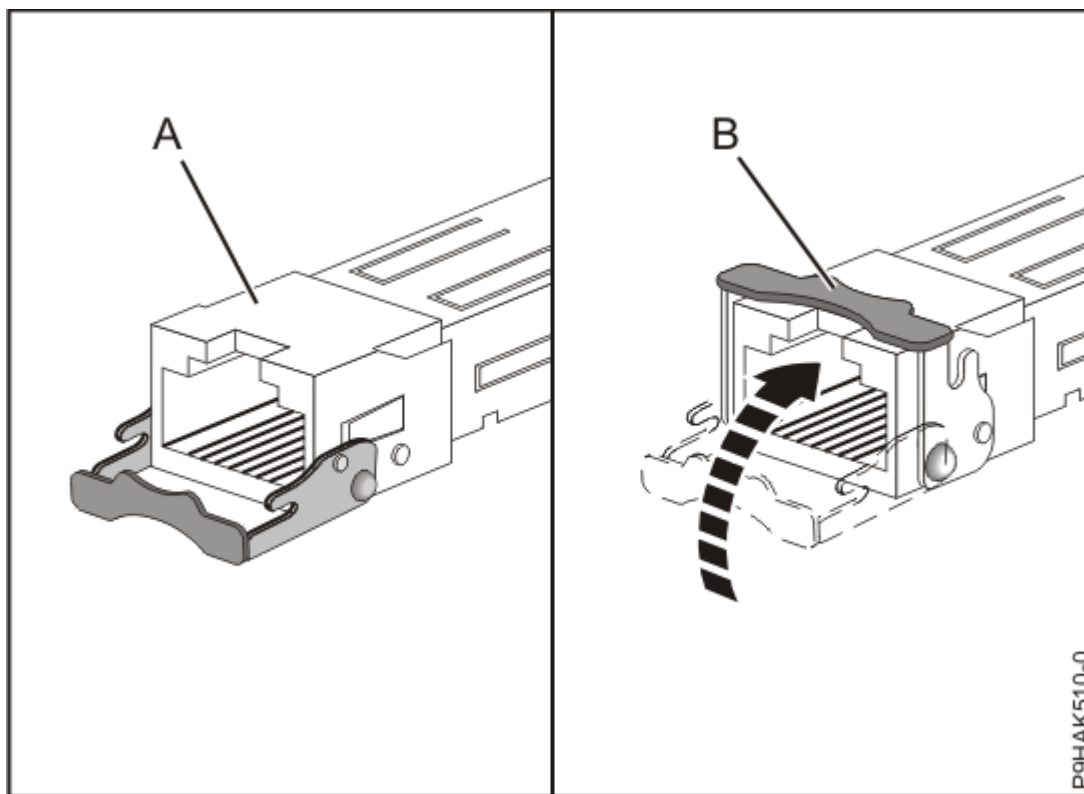

Figure 49. Remplacement d'émetteurs-récepteurs SFP dans la carte
- c) Alors que le loquet **(B)** est en position ouverte, poussez dessus en le faisant pivoter vers le haut et en le rapprochant de la carte, comme illustré dans la Figure 49, à la page 75.